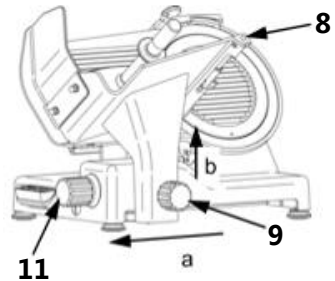

Abb. 29
- Entfernen Sie zur Reinigung den Schlitten (8) vom Gerät.
- Der Schlitten (8) kann nur dann demontiert werden, wenn der Schnittstärkenregler (11) auf die Position „0“ zurückgedreht wird und der Schlitten (8) ganz in Richtung Schnittstärkenregler (11) geschoben wird (a, Abb. 29).
- Schrauben Sie den Schlittenfeststellknopf (9) etwas ab und ziehen Sie den Schlitten zu sich hin. Sollte dieser sich nicht lösen lassen, ziehen Sie den Schlitten (8) noch einmal in Richtung Schlittenfeststellknopf (9).
- Schrauben Sie dann den Schlittenfeststellknopf (9) vollständig ab und ziehen Sie den Schlitten (8) nach oben ab (b, Abb. 29).
- Reinigen Sie den Schlitten (8) mit Handschutz (17), Schneidguteller (6) und Schneidguthalter mit Pressvorrichtung (4) mit warmem Wasser, einem weichen Tuch und neutralem Reinigungsmittel. Spülen Sie mit klarem Wasser nach, um Reinigungsmittelrückstände zu entfernen. Trocknen Sie die gereinigten Teile gründlich ab, bevor Sie sie wieder am Gerät montieren.